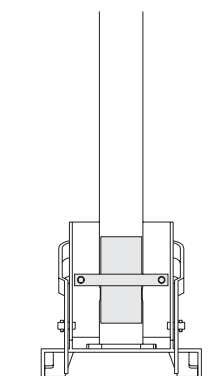

Abb. 5c
5. Befestigungsbügel an der Stütze anlegen und mit den Minimuttern befestigen. Abb.5c